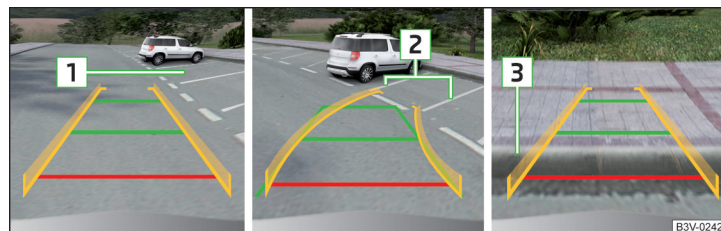

Fig. 254 Afișarea pe ecran
- Treceți încet pe lângă spațiul de parcare ales **1** » fig. 254 și opriți autovehiculul.